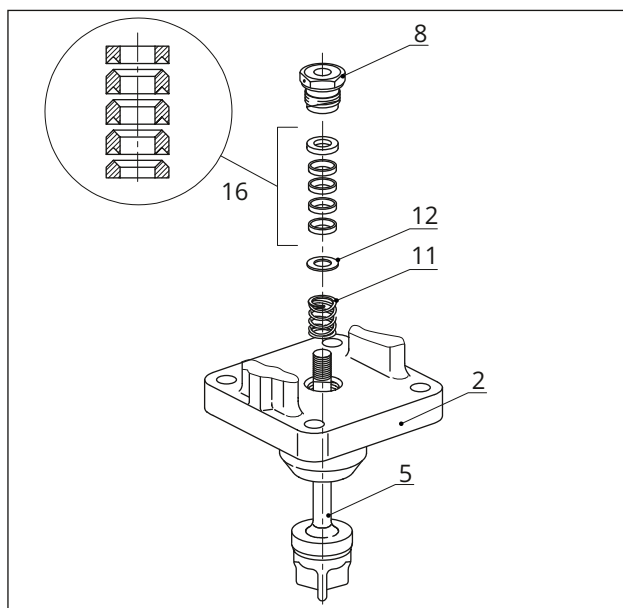

Fig. 15: Disposición de la empaquetadura estándar
9. Deslizar cuidadosamente las piezas de la empaquetadura por el vástago del obturador con una herramienta adecuada en su alojamiento. Prestar atención al orden de las piezas, ver Fig. 15.
10. **Válvula distribuidora <DN 32/≤NPS 1:** Presionar el obturador (5) en el asiento inferior (141).
9. Deslizar cuidadosamente las piezas de la empaquetadura por la prolongación del vástago del obturador con una herramienta adecuada en su alojamiento. Prestar atención al orden de las piezas, ver Fig. 15.
10. Fijar la brida con tornillos (32) y roscas (33). Prestar atención a los pares de apriete.
11. Roscar el casquillo roscado (8) y apretarlo. Prestar atención a los pares de apriete.
12. Roscar sin apretar la contratuerca (10) y la tuerca de acoplamiento (9) en el vástago del obturador.